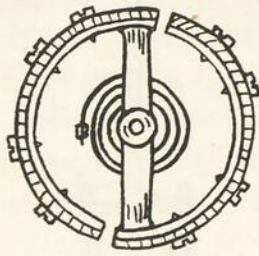

Fig. 3
En été, la chaleur cause la dilatation du balancier, et la montre retarde. Aussi, les instruments de bonne qualité sont-ils munis d'un balancier du type de celui que représente la figure 3. Quand le rayon augmente et tend à retarder le mouvement, la bilame (1) circulaire s'incurve davantage, ramenant vers l'intérieur les extrémités E et E', juste assez pour rétablir le mouvement normal. Or il est possible d'ajuster un tel balancier de manière qu'une augmentation de rayon soit annulée par le recourbement intérieur des extrémités. Une montre ainsi disposée n'est affectée par aucun changement de température. Dans certaines montres, la bilame est remplacée par un balancier en *élinvar*, alliage spécial dont le coefficient de dilatation est inappréciable.